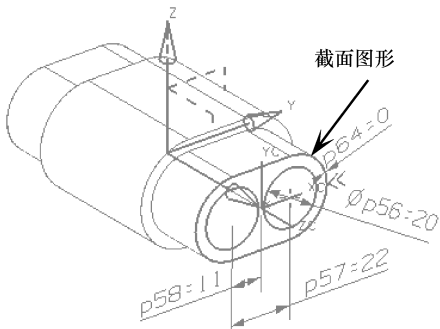
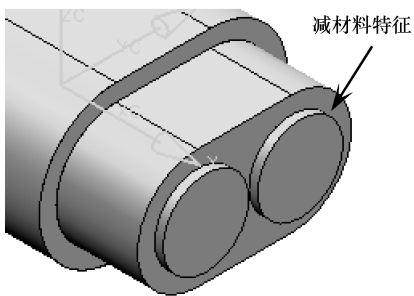

图 3-32 绘制拉伸截面图形
图 3-33 创建拉伸减特征
- 05 使用【拉伸】工具，选择如图 3-32 所示的实体面作为草图平面，进入草绘模式，绘制出拉伸截面草图。退出草绘模式后，通过【拉伸】对话框设置拉伸方向为 -XC 方向，拉伸距离为 2、应用布尔减去运算，创建的拉伸减特征如图 3-33 所示。